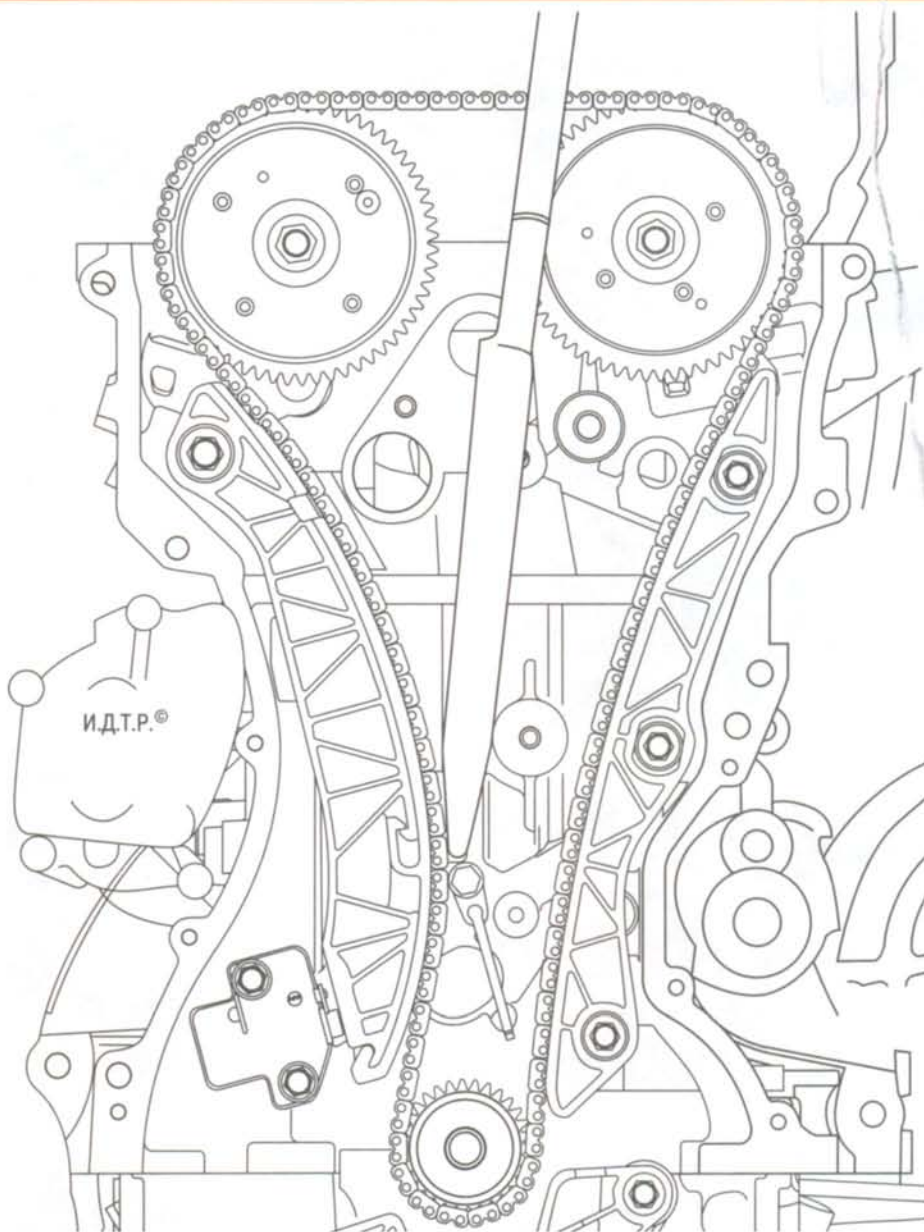

Рис. 5.4. Отжатие башмака цепи привода газораспределительного механизма
12. Специальным приспособлением отожмите башмак натяжителя цепи (рис. 5.4)...